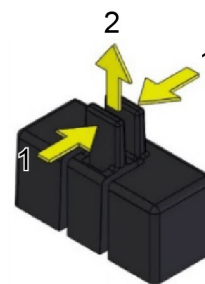

Abb. 53: Installieren ext. Spannungsversorgung Abb. 54: Demontieren der Anschlusskappen
- Auf die Sperre (Abb. 52, Pos. 1) des Steckers drücken und die Kabel vorsichtig herausziehen, um den Anschluss der Modembatterie (Abb. 53, Pos. 3) zu trennen.
- Die Kappen des Anschlusses (Abb. 53, Pos. 2) in SLOT 5 entfernen. Dazu die Hebel der Kappe (Abb. 54, Pos. 1) mit einer Zange vorsichtig herunterdrücken. Dadurch wird die Sperre gelöst und die Kappe freigegeben, um sie nach oben (Abb. 54, Pos. 2) entnehmen zu können.
- Die Batteriekabel aus der Halterung (Abb. 53, Pos. 4) lösen.
- Die Befestigungsschrauben des Modems (Abb. 53, Pos. 1) lösen.
- Das Modul auf die Stifte in SLOT 5 setzen und vorsichtig in den Anschluss auf der Systemkarte drücken. Die Schrauben (Abb. 53, Pos. 1) wieder anziehen.